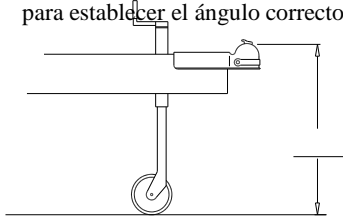

Fig. 1
2. Nivele el remolque, mida y registre la distancia desde el piso hasta la parte superior del acoplador. (Fig.1).
**ADVERTENCIA:** Las esferas levantadas por lo general tienen calificaciones de carga reducidas. La calificación de la esfera DEBE ser igual o superior a la GVWR del remolque. Nota: Los números en los círculos se pueden encontrar en la tabla de la página (1)
3. Algunas instalaciones pueden requerir una barra de enganche más larga ③. Los protectores de parachoques extendidos, las "tapas" de camionetas pickup o las llantas de repuesto montadas en la parte posterior pueden limitar los ángulos de giro, a menos que se use una barra más larga. Las barras de enganche individuales ③ están disponibles en varios tamaños.
5. Deslice la barra del enganche ③ dentro del receptor de la manga, inserte el pasador de halar ⑥ y el clip de resorte ⑧. Con la esfera, comprada por separado, instalada al montaje de esfera ①, deslice el montaje de esfera hacia arriba o abajo de la barra de enganche (la barra de enganche se puede usar en la posición de arriba o abajo) hasta que se obtenga la altura deseada de la esfera y los orificios se alineen con la barra de enganche. Inserte el perno ⑩ primero en el orificio inferior de la cabeza del enganche.
6. El remache ⑤ y las 7 arandelas espaciadoras ⑦ se suministran para obtener un ángulo correcto hacia abajo de las barras de resorte. Inserte el remache ⑤, y dependiendo del ángulo o la pendiente de las barras que se debe lograr, use ya sea 7 o el menor número de arandelas ⑦ necesarias para establecer el ángulo correcto. (Ver Fig. 1,